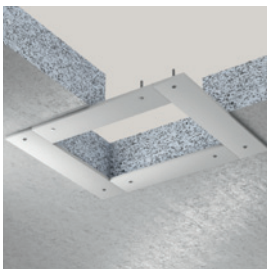

Bild 1:
- / Wenn die Massivwand bzw. -decke im Bereich der Brandabschottung nicht der geforderten Mindestschottdicke entspricht, ist ringsum die Schottöffnung wahlweise ein umlaufender Rahmen (s. Bild 3) bzw. eine Aufleistung (s. Bild 1&2) aus nichtbrennbaren Bauplatten (GKF-, Silikat- bzw. Kalziumsilikatplatten der Klasse A2-s1, d0 bzw. A1 gem. EN 13501-1) vorzusehen, so dass die ZZ-Steine 200 NE über die gesamte Schottdicke am Rahmen bzw. der Aufleistung und der Wand/ Decke anliegen.
- / Wenn die leichte Trennwand im Bereich der Brandabschottung nicht der geforderten Mindestschottdicke entspricht, ist ringsum die Schottöffnung wahlweise ein umlaufender Rahmen (s. Bild 3) bzw. eine Aufleistung (s. Bild 1&2) aus nichtbrennbaren Bauplatten (GKF-, Silikat- bzw. Kalziumsilikatplatten der Klasse A2-s1, d0 bzw. A1 gem. EN 13501-1) vorzusehen, so dass die ZZ-Steine NE über die gesamte Schottdicke am Rahmen bzw. der Aufleistung und der Wand anliegen.